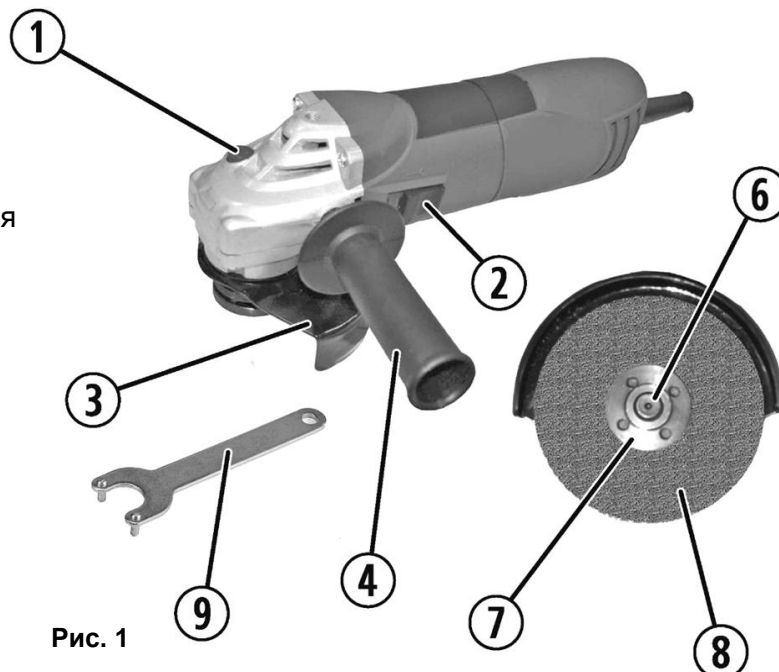

Рис. 1
- Удерживая нажатой кнопку фиксации шпинделя (1)(См. Рис.1), установите внутренний фланец (5) на шпиндель (6)(См. Рис.2).
- Установите новый, исправный отрезной или шлифовальный круг (8).
- Отпустите фиксатор шпинделя (1)(См. Рис.1) .
- Удерживая нажатой кнопку фиксации шпинделя (1)(См. Рис.1), отверните наружную фланцевую гайку (7)(См. Рис.2), идущим в комплекте фланцевым ключом (9)(См. Рис.1).
- Для включения инструмента - нажмите на клавишу пускового выключателя (2) (См. Рис.1) и потяните ее вперед. Переведите ее в положение «ВКЛ» (ON).
- Для выключения инструмента - отпустите клавишу пускового выключателя (2) (См. Рис.1), верните ее назад. Переведите ее в положение «ВЫКЛ» (OFF).